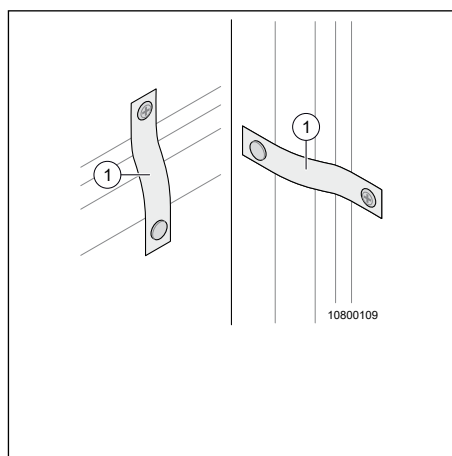

Fig. 71 Sécuriser les parois de douche
Pour ouvrir les parois de douche, desserrer les rubans à boutons-pressions (Fig. 71, pos. 1) et amener les parois de douche sur les positions prévues.
→ Avant de prendre la route, sécuriser les parois de douche avec les rubans à boutons-pressions (Fig. 71, pos. 1).